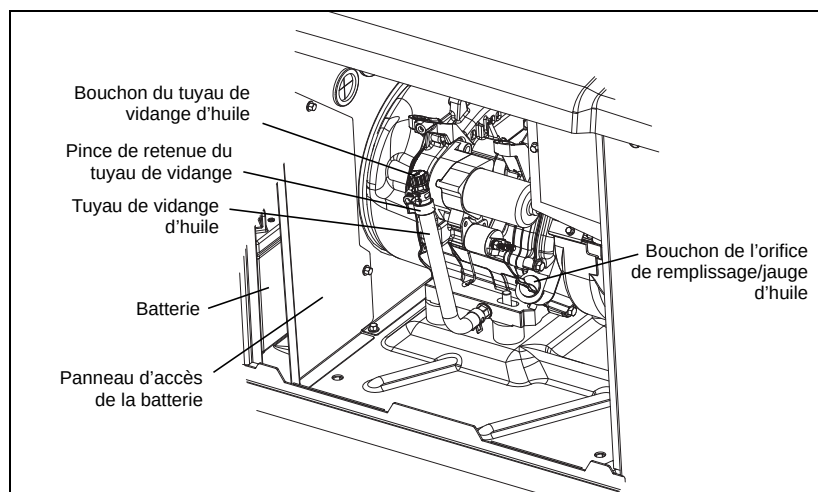

Figure 4-3 : Emplacement du retour d'huile
4. Retirez le tuyau de vidange de la pince de retenue et orientez l'extrémité du tuyau dans un récipient approprié. Consultez la figure 4-3.